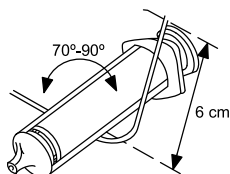

Figure 4. Courber le mandrin
2. Sélectionner le mandrin selon la fonction et la rigidité souhaitées. Si nécessaire, courber délicatement le mandrin à l'aide d'un instrument stérile, à surface lisse (p. ex., le corps d'une seringue de 10 ou 12 ml) (Figure 4 Courber le mandrin en page 18). Une courbure douce risque moins de se redresser qu'une courbure prononcée lorsque le mandrin est utilisé.